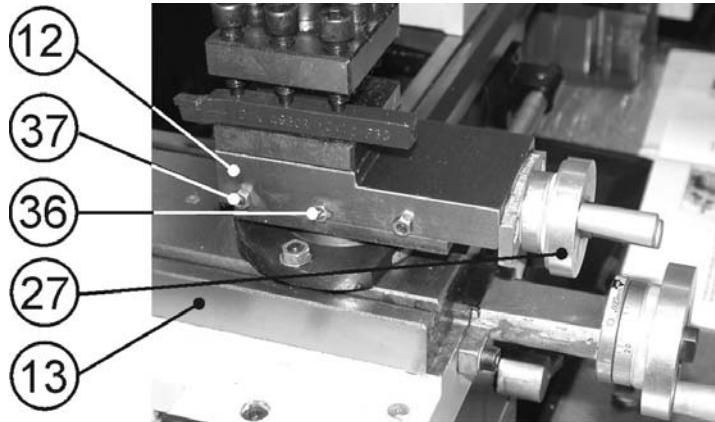

Рис.3
9.1. Регулировка перемещения поворотного суппорта (Рис. 3,4)